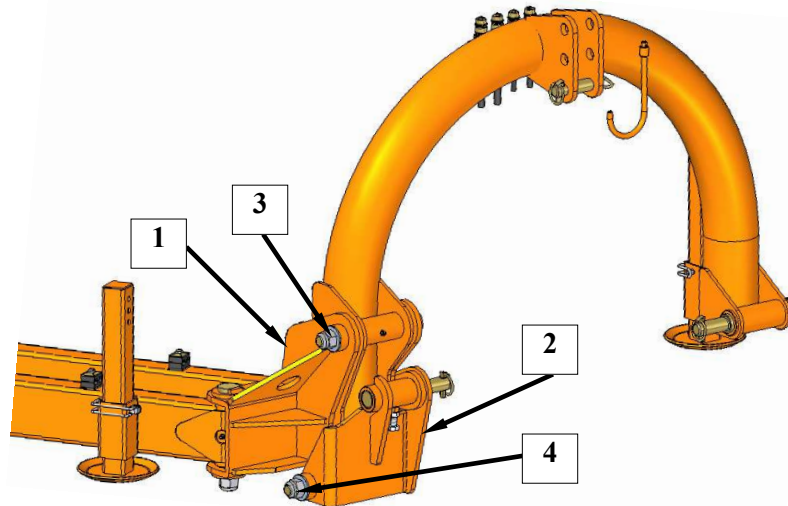

Bild 10. Mekaniska skydd
KBRP och Kangu gräsklippare har två mekaniska skydd (**Bild 10**), med det första skyddet (1) kan klippenheten lyftas och med det andra skyddet (2) dras klippenheten bakåt vid påkörning av hinder.